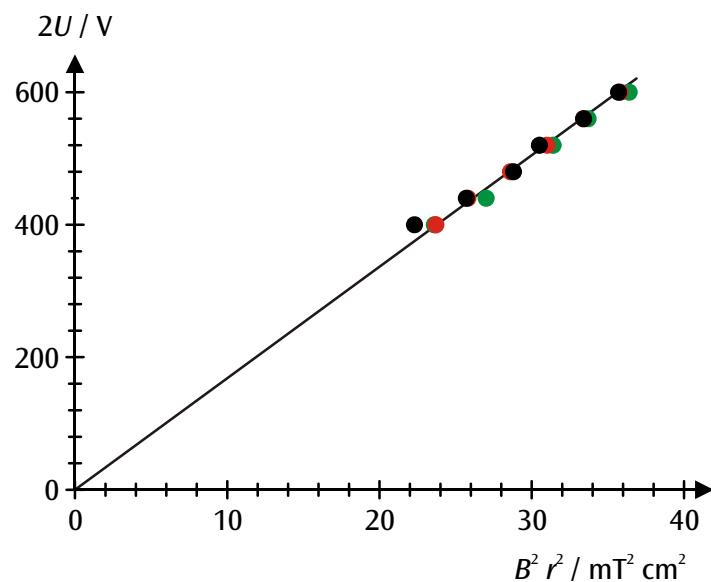

Fig. 3 Diagramma $r^2 B^2 - 2U$ dei valori di misura (nero: $r = 5 \text{ cm}$, rosso: $r = 4 \text{ cm}$, verde: $r = 3 \text{ cm}$)
- Per un'ulteriore analisi, riportare i valori di misura in un diagramma $r^2 B^2 - 2U$ (ved. Fig. 3).